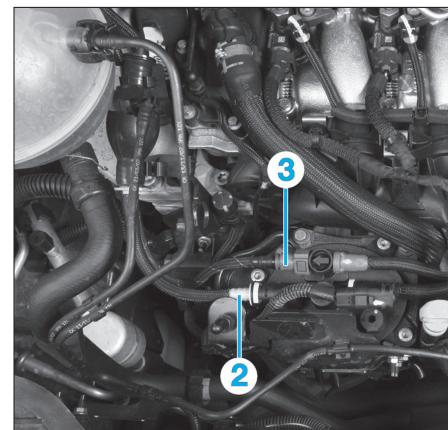

Fig. 4
- Débrancher sur le filtre à carburant (Fig.4) :
- la canalisation d'arrivée de carburant (2),
- la canalisation de retour de carburant (3).